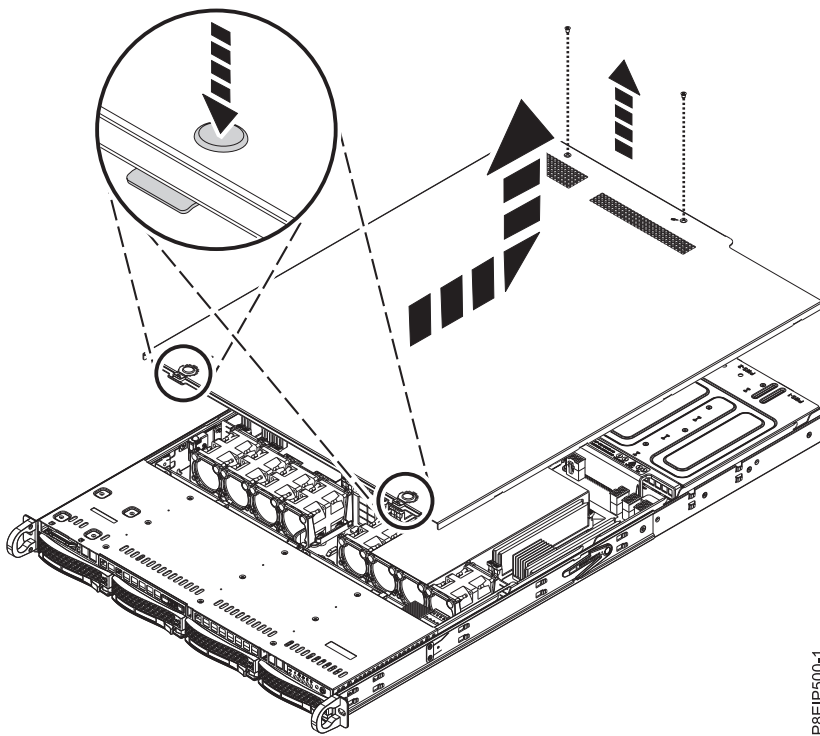

図 57. カバーを解放して開く
2. カバーの後部から 2 本のカバーねじ (1) を取り外します。
3. トップ・カバー (2) の両方のボタンを押してラッチを解放し (図 57 を参照)、カバーが止まるまで約 1 cm 後方に押します。 ボタンを簡単に押し込めない場合は、ボタンの真下のドライブを部分的に取り外します。